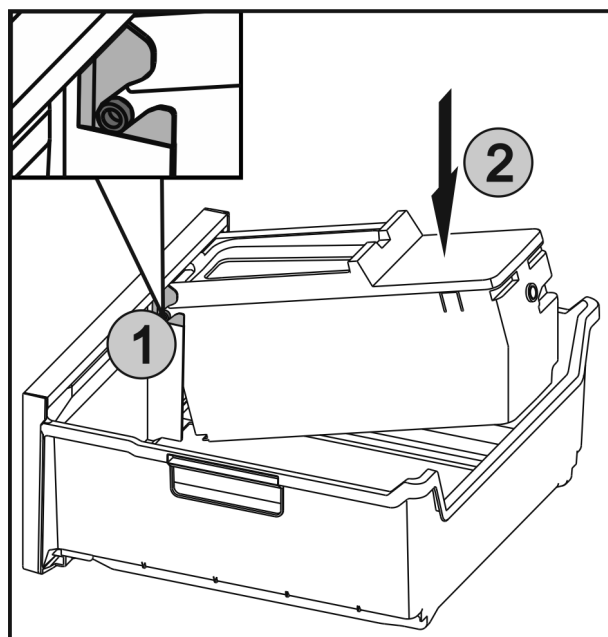

Fig. 41
- ▶ Insérer les axes Fig. 41 (1) sur l'EasyTwist-Ice dans les guides et appuyer sur le côté arrière Fig. 41 (2) jusqu'à ce que la languette s'enclenche.